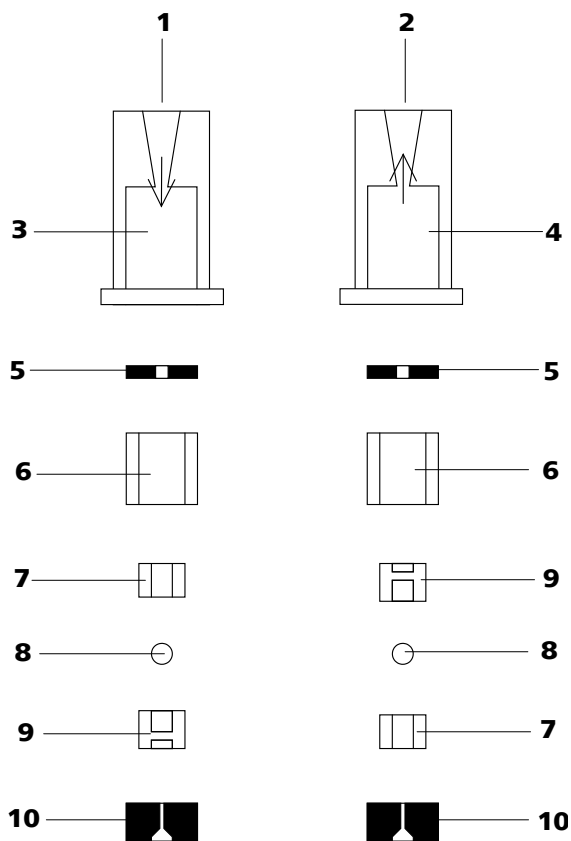

Figure 43 Composants des vannes d'admission et d'échappement
- La vanne d'admission et d'échappement sont composées des mêmes composants qui seulement sont placés différemment (voir Figure 43, page 80).
Recomposer les composants de la vanne conformément à la figure 43, page 80.
- Placer les autres composants de la vanne l'un sur l'autre en l'ordre (voir Figure 43, page 80) correct.
Si ce n'est pas le cas, la vanne doit être désassemblée de nouveau et rassemblée correctement (voir Figure 43, page 80).